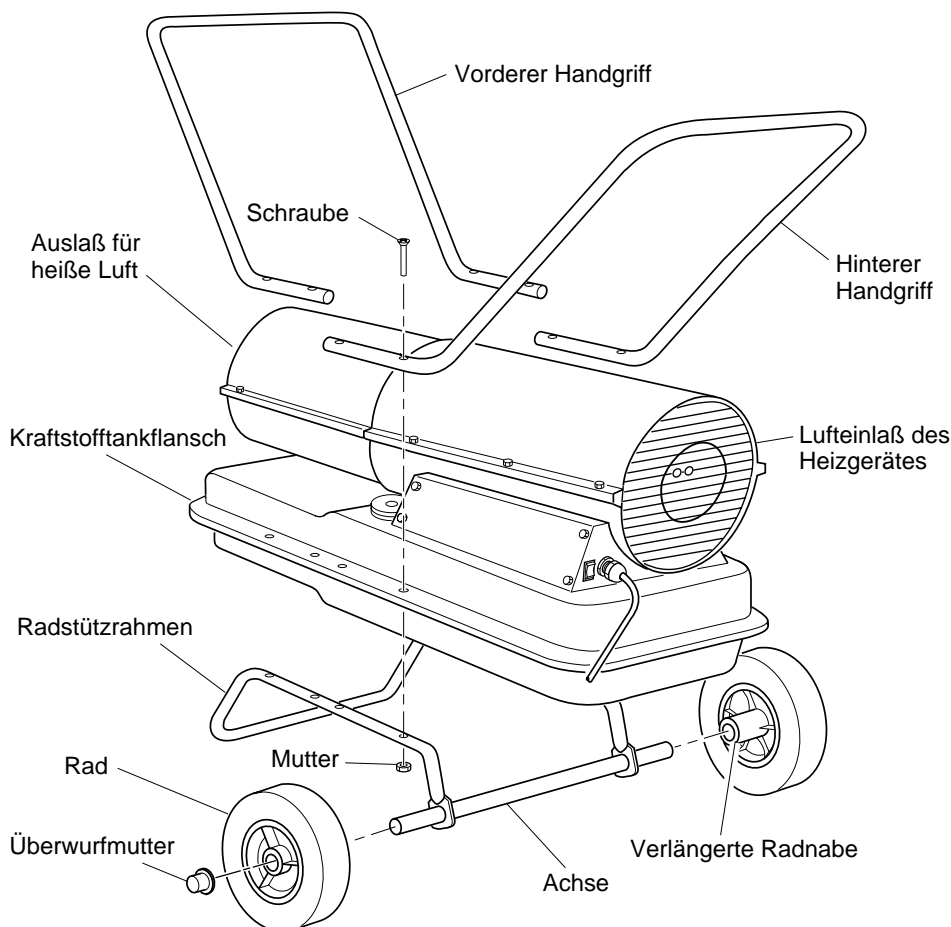

Abbildung 3 - Rad- und Handgriffmontage
1. Die Achse durch den Radstützrahmen schieben. Die Räder an der Achse befestigen. **WICHTIG:** Bei der Montage der Räder muß die verlängerte Radnabe in Richtung des Radstützrahmens zeigen (siehe Abbildung 3).